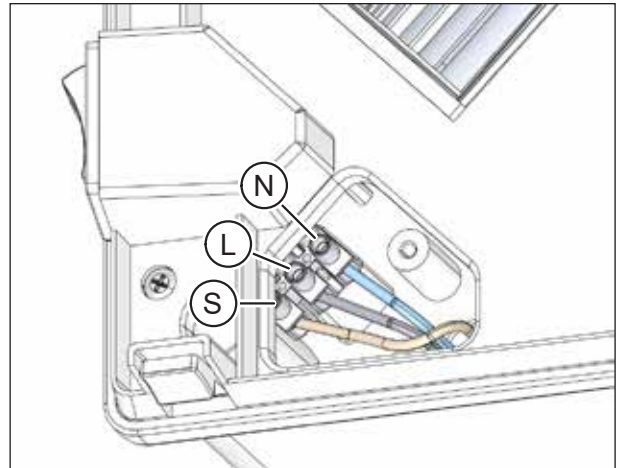

Abb. 43: Netzkabel und ggf. Steuerkabel anschließen
- ▶ Schließen Sie den Neutraleiter N (Pos. N in Abb. 43) und den Außenleiter L (Pos. L in Abb. 43) an die Lüsterklemme im Lüftungsgerät an.
- ▶ Schließen Sie ggf. die Leitung für den Externen Steuereingang (Pos. S in Abb. 43) an die Lüsterklemme an.